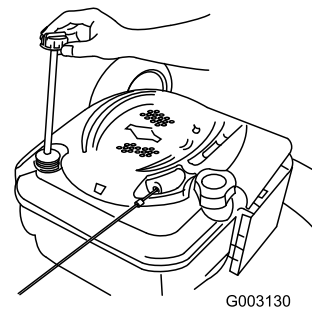

Figura 28
2. Retire la varilla (Figura 28).